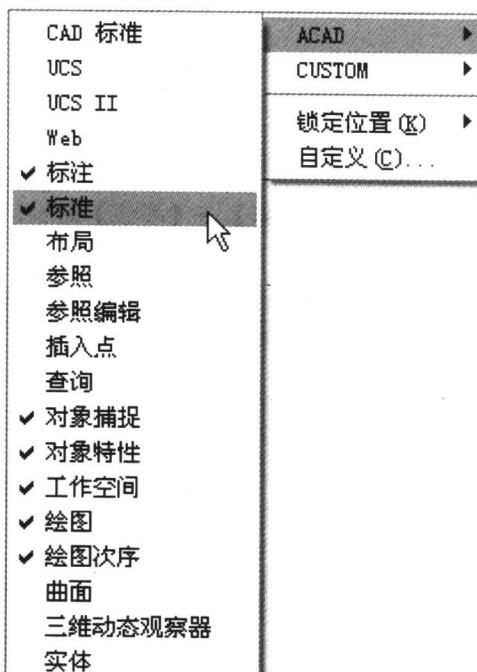

图 1-10
(10) 在工具条处单击鼠标右键，在弹出的面板中单击【标注】打开标注工具条，如图 1-10 所示。